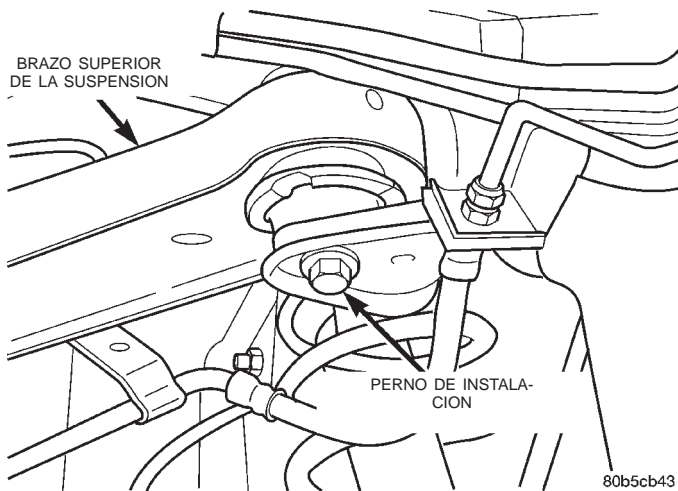

Fig. 10 Perno de instalación del brazo superior de la suspensión
- (6) Retire los pernos de instalación del brazo superior de la suspensión y retire el brazo (Fig. 10).